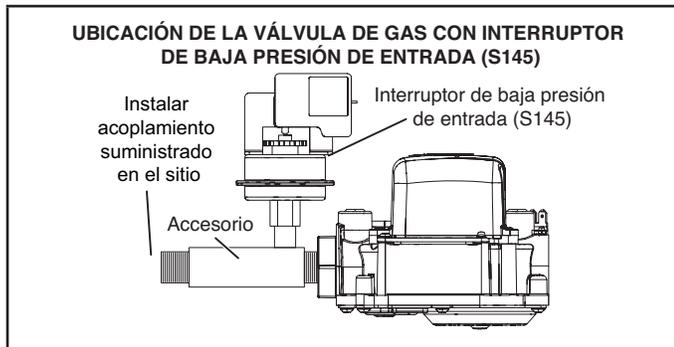

FIGURA 4
- 9 - Enrosque el suministro de gas al accesorio hasta apretarlo a mano. Se podría necesitar un acoplamiento suministrado en el sitio. Ver la Figura 4. Con una llave de tamaño apropiado para apoyar el accesorio, apriete la línea de suministro en el accesorio 2 a 3 vueltas completas para obtener una unión sin fugas.